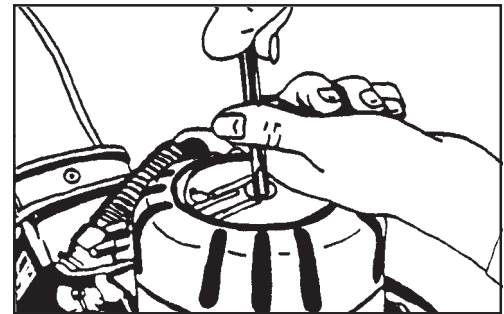

Рисунок 11
1. Снимите крышку двигателя. Смотрите рис. 11.